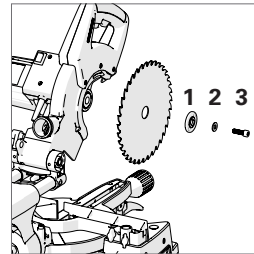

Fig. 20
Instale a flange exterior (1) (superfície plana virada para a máquina), anilha (2) e parafuso do eixo (3). (Fig. 20)